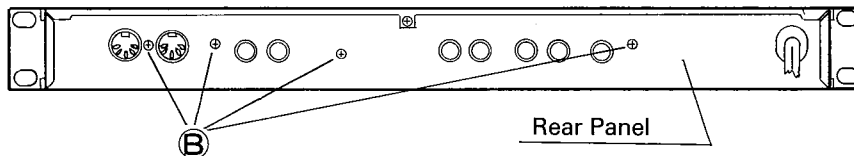

Fig. 2
(Refer to Fig. 2)
- ネジ② (3×8 バインド小ネジ) 4本を外します。 (Fig.2 参照)